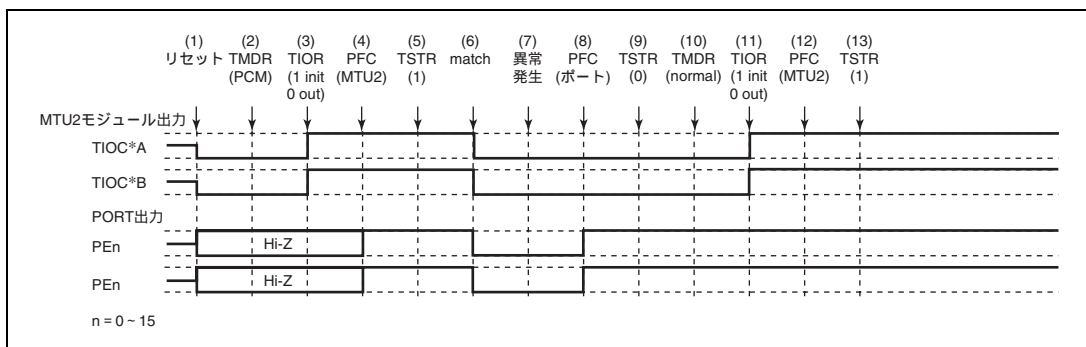

図 12.131 位相計数モードで異常が発生し、ノーマルモードで復帰する場合
位相計数モードで異常が発生し、再設定後ノーマルモードで再スタートする場合の説明図を図 12.131 に示します。
(1) ~ (9) は図 12.131 と共通です。
(10) PWM モード 1 を設定します。
(11) TIOR で端子を初期化してください (PWM モード 1 では TIOC*B 側は初期化されません)。
(12) PFC で MTU2 出力としてください。
(13) TSTR で再スタートします。
(19) 位相計数モードで動作中に異常が発生し、PWM モード 2 で再スタートする場合の動作
(10) PWM モード 2 を設定します。
(11) TIOR で端子を初期化してください (PWM モード 2 では周期レジスタの端子は初期化されません)。
(20) 位相計数モードで動作中に異常が発生し、位相計数モードで再スタートする場合の動作
(10) 位相計数モードで再スタートする場合には必要ありません。
(11) TIOR で端子を初期化してください。
(21) 相補 PWM モードで動作中に異常が発生し、ノーマルモードで再スタートする場合の動作